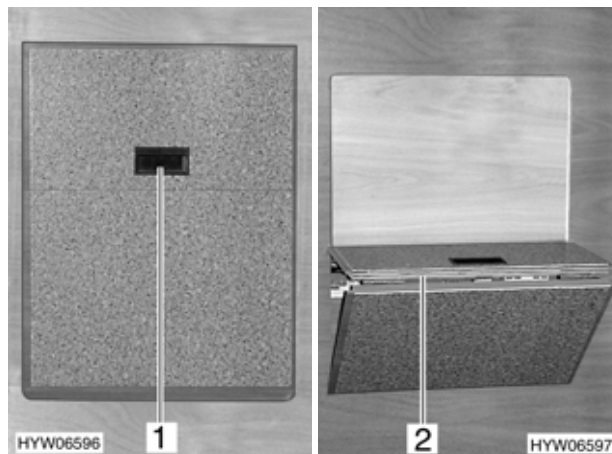

Fig. 54 Scalino del letto in coda
- Tirare lo scalino in avanti servendosi della maniglia (Fig. 54,1).
- Spingere lo scalino (Fig. 54,2) verso il basso fino allo scatto del fine corsa.